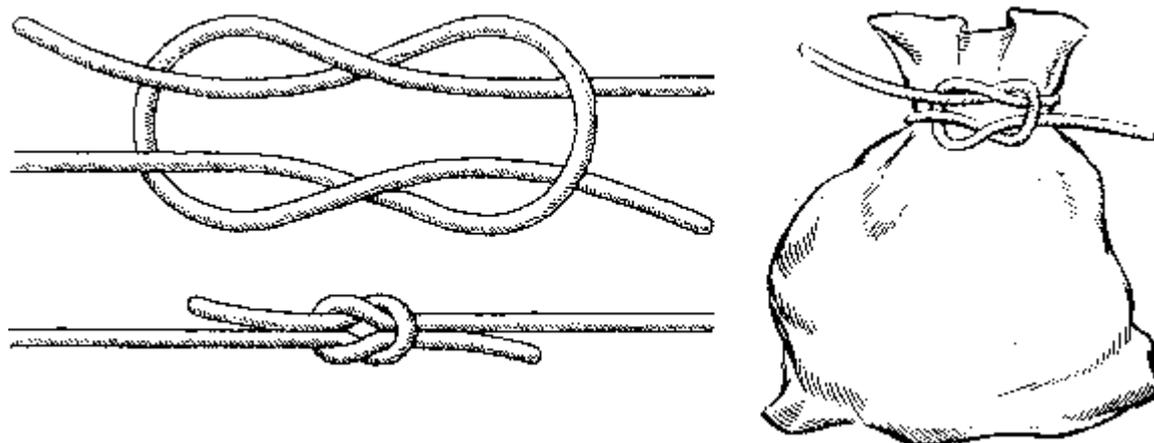

Рис. 26. Воровской узел
**Воровской узел** (рис. 26). С первого взгляда он почти не отличается от прямого узла (см. рис. 25) и кажется, что он ему сродни. Но если приглядеться, то становится ясным, что ходовые концы воровского узла выходят из него по диагонали. Воровской узел, как и бабий, и “тещин” узлы, показаны для наглядности, чтобы подчеркнуть их сходство и различие с прямым узлом. Пользоваться этими четырьмя узлами не рекомендуется, так как они ненадежны для связывания двух тросов.